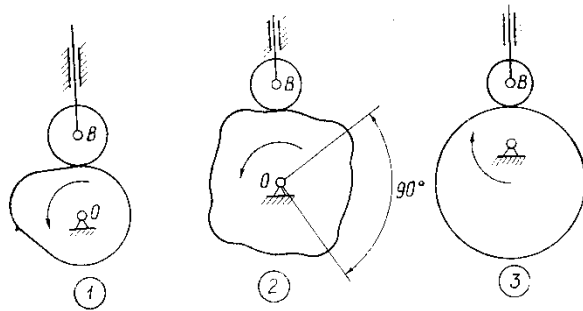
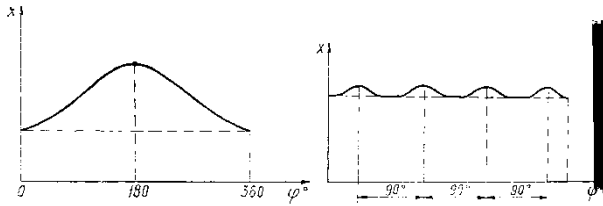
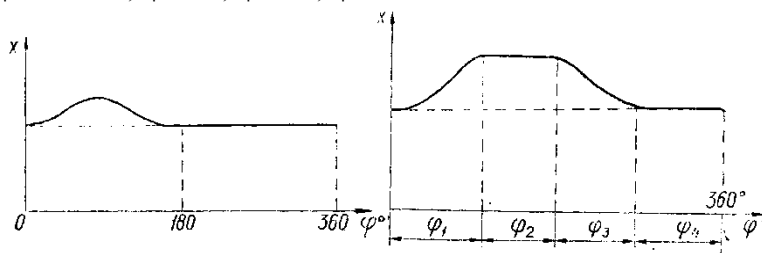

рис.6.6.
рис. 6.7, 6.8.
рис. 6.9, 6.10.
21. Для какого из трех кулачковых механизмов (рис. 6.6) построена изображенная на рис. 6.7 диаграмма положений толкателя?
22. Для какого из трех кулачковых механизмов (рис. 6.6) построена изображенная на рис. 6.8 диаграмма положений толкателя?
23. Для какого из трех кулачковых механизмов (рис. 6.6) построена изображенная на рис. 6.9 диаграмма положений толкателя?